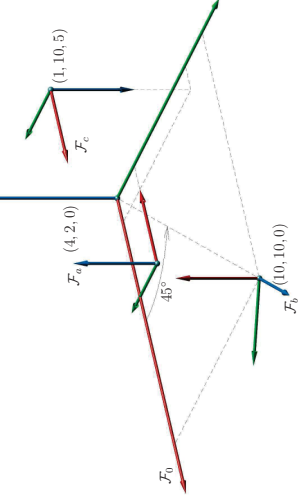

FIGURE 6.11 – Exercice 6.10.
6.10. Soit les quatre référentiels présentés à la figure 6.11. Donner les poses des référentiels  $\mathcal{F}_a$ ,  $\mathcal{F}_b$  et  $\mathcal{F}_c$  par rapport à  $\mathcal{F}_0$ .